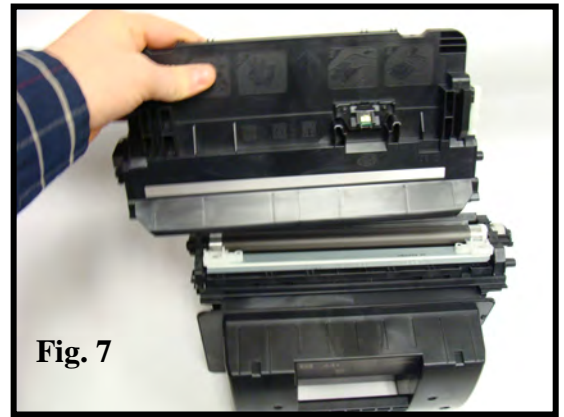

Fig. 7
7. Separate cartridge halves (Fig. 7).